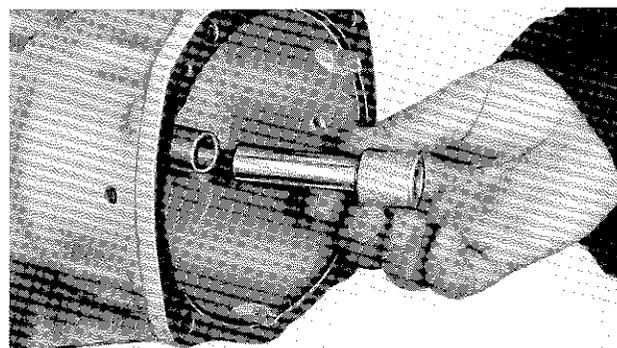

Fig. 20 - Inserimento bussola 3.7981.019 nel coperchio vite senza fine
- infilare la bussola 3-7981-019 nel coperchio per non rovinare l'anello di tenuta (vedi fig. 20) durante l'estrazione e, poi, l'inserimento dell'albero primario;
- infilare la bussola 3.7981.019 nel coperchio, per non rovinare l'anello di tenuta (vedi fig. 20) durante l'inserimento dell'albero primario;